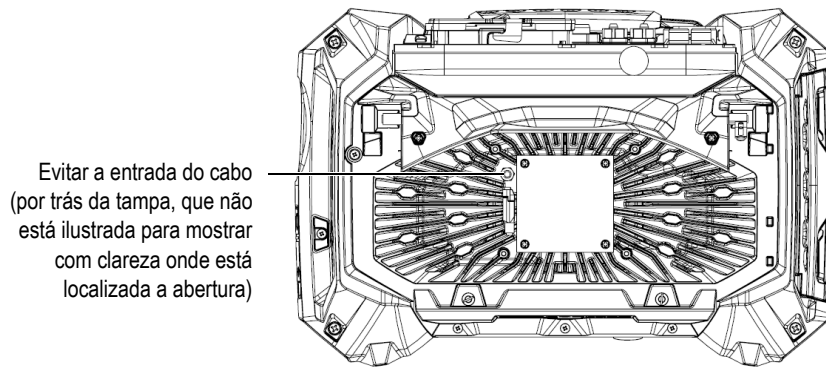

Figura 4-1 Interior do compartimento da ventoinha (tampa removida para mostrar a abertura do cabo)
1. Verifique se há poeira ou sujeira nas aberturas do ventilador e sopre com cuidado com a ajuda de um spray de ar comprimido, em qualquer direção a partir da parte externa da estrutura (pressão máxima de 207 kPa), não direcione o spray diretamente na entrada do cabo da estrutura da ventoinha (Figura 4-1 na página 55).